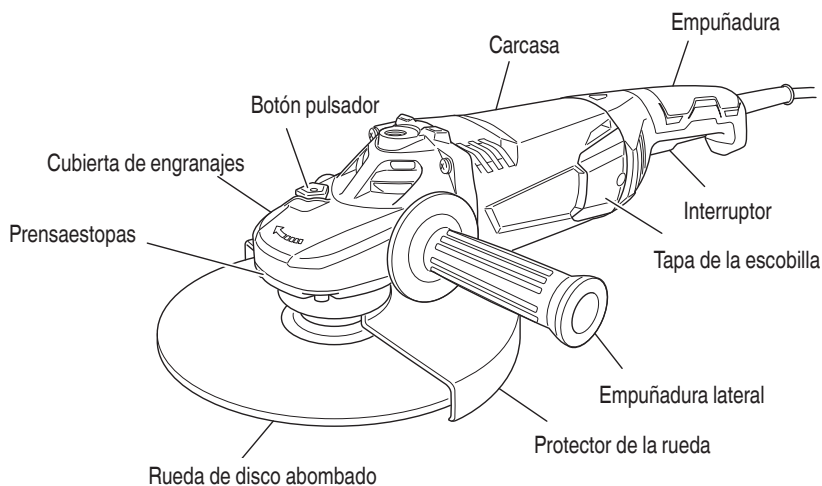

Fig. 1
1. Sujete firmemente la amoladora mediante su empuñadura y el asa lateral (Fig. 1) La amoladora producirá una contrafuerza que habrá que controlar sujetándola firmemente.